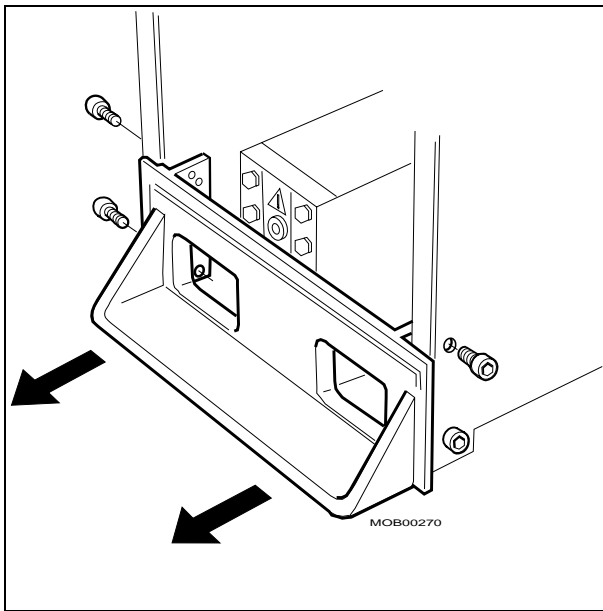

Fig. 14
- Remove the tilt bar (Fig. 14).